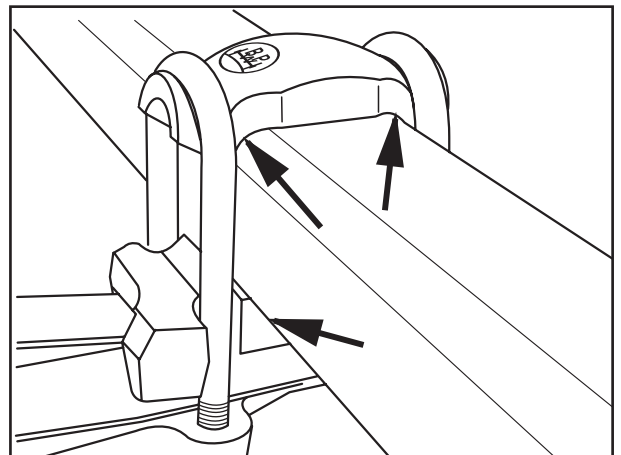

Fig. 23
- [29] Sicherungsmuttern - immer pro Federbügel leicht anziehen bis alle Bauteile gleichmäßig anliegen. (Die Achslappen liegen nur in den Radien am Achskörper auf, Fig. 23/Pfeile).
- [29] Tighten lock nuts slightly - one spring U-bolt at a time - until all components are in uniform contact (the spring seats are only in contact with the radii on the axle beam (Fig. 23/arrows).
- [29] Serrer légèrement les écrous de sûreté - toujours par bride de ressort - jusqu'à ce que les éléments soient placés de façon régulière (les patins d'essieu sont posés sur les angles du corps d'essieu, fig. 23/flèche).